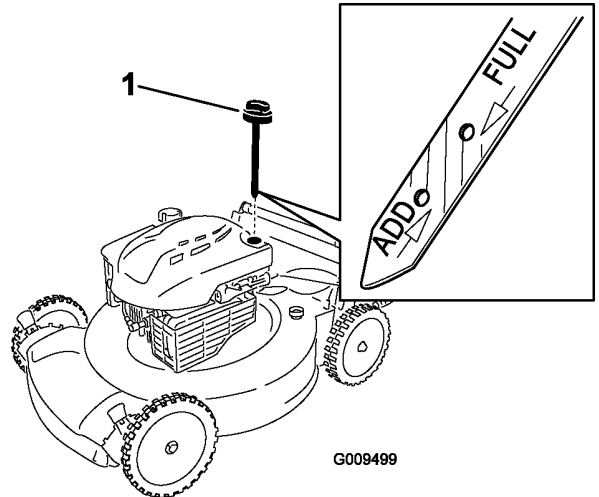

Рисунок 6
1. Извлеките масляный щуп (Рисунок 6).
2. Медленно заливайте масло в маслозаливную горловину до тех пор, пока уровень масла не достигнет отметки **Full (ЗАПОЛНЕНО)** на масляном щупе (Рисунок 6). **Не допускайте переполнения картера.** Макс. объем масла: 0,59 л, масло SAE30, имеющее классификацию API: SF, SG, SH, SJ, SL и выше.